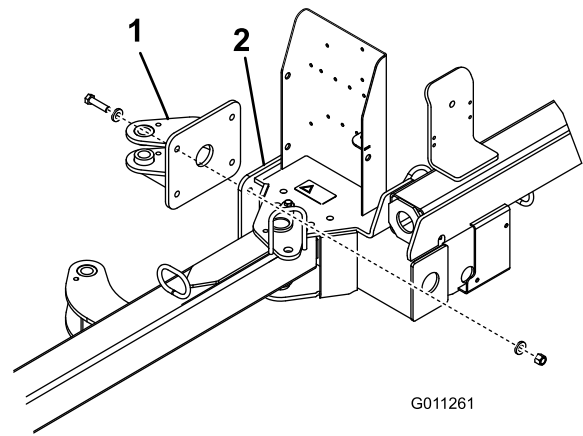

Figure 5
1. Fixez la patte de commande arrière au châssis du balai-ramasseur avec (4) boulons $1/2 \times 2$ ", (8) rondelles plates $0,531 \times 0,063$ et (4) contre-écrous $1/2$ ". Positionnez les composants comme illustré à la Figure 5.